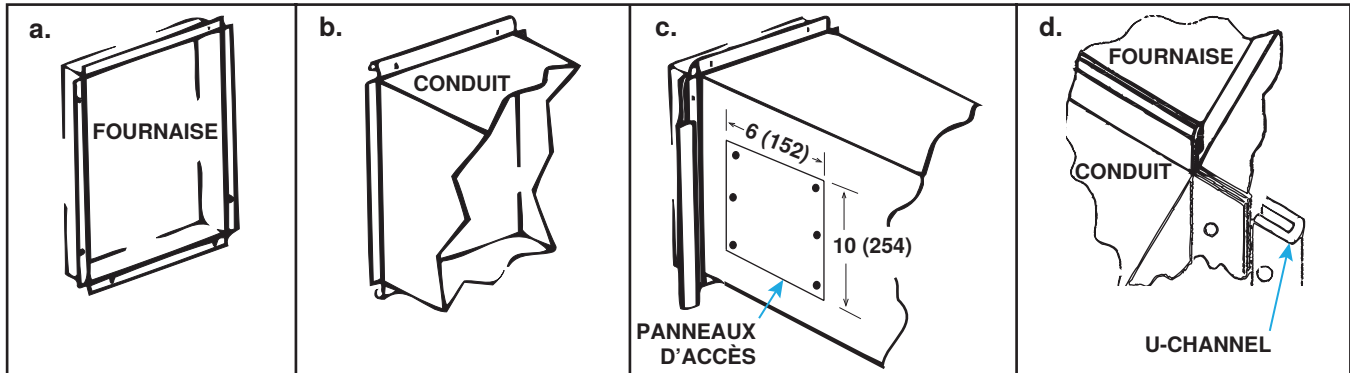

Figure 6. Raccordement des conduits à la fournaise
- **Raccordement horizontal du conduit d'alimentation en air au la fournaise** : Branchez le conduit au la fournaise conformément aux étapes suivantes illustrées à la Figure 6 :
- **Panneaux d'accès** : Les conduits doivent être dotés de panneaux d'accès (voir Figure 6) du côté en amont et du côté en aval de l'appareil de chauffage. Les ouvertures doivent être accessibles lorsque l'appareil de chauffage est en marche et doivent avoir au moins 6 × 10 pouces (152 × 254 mm) pour permettre à la fumée ou à la lumière réfléchie d'être observée en cas de fuite de l'échangeur d'air. Attachez les panneaux de manière à éviter les pertes de chaleur.